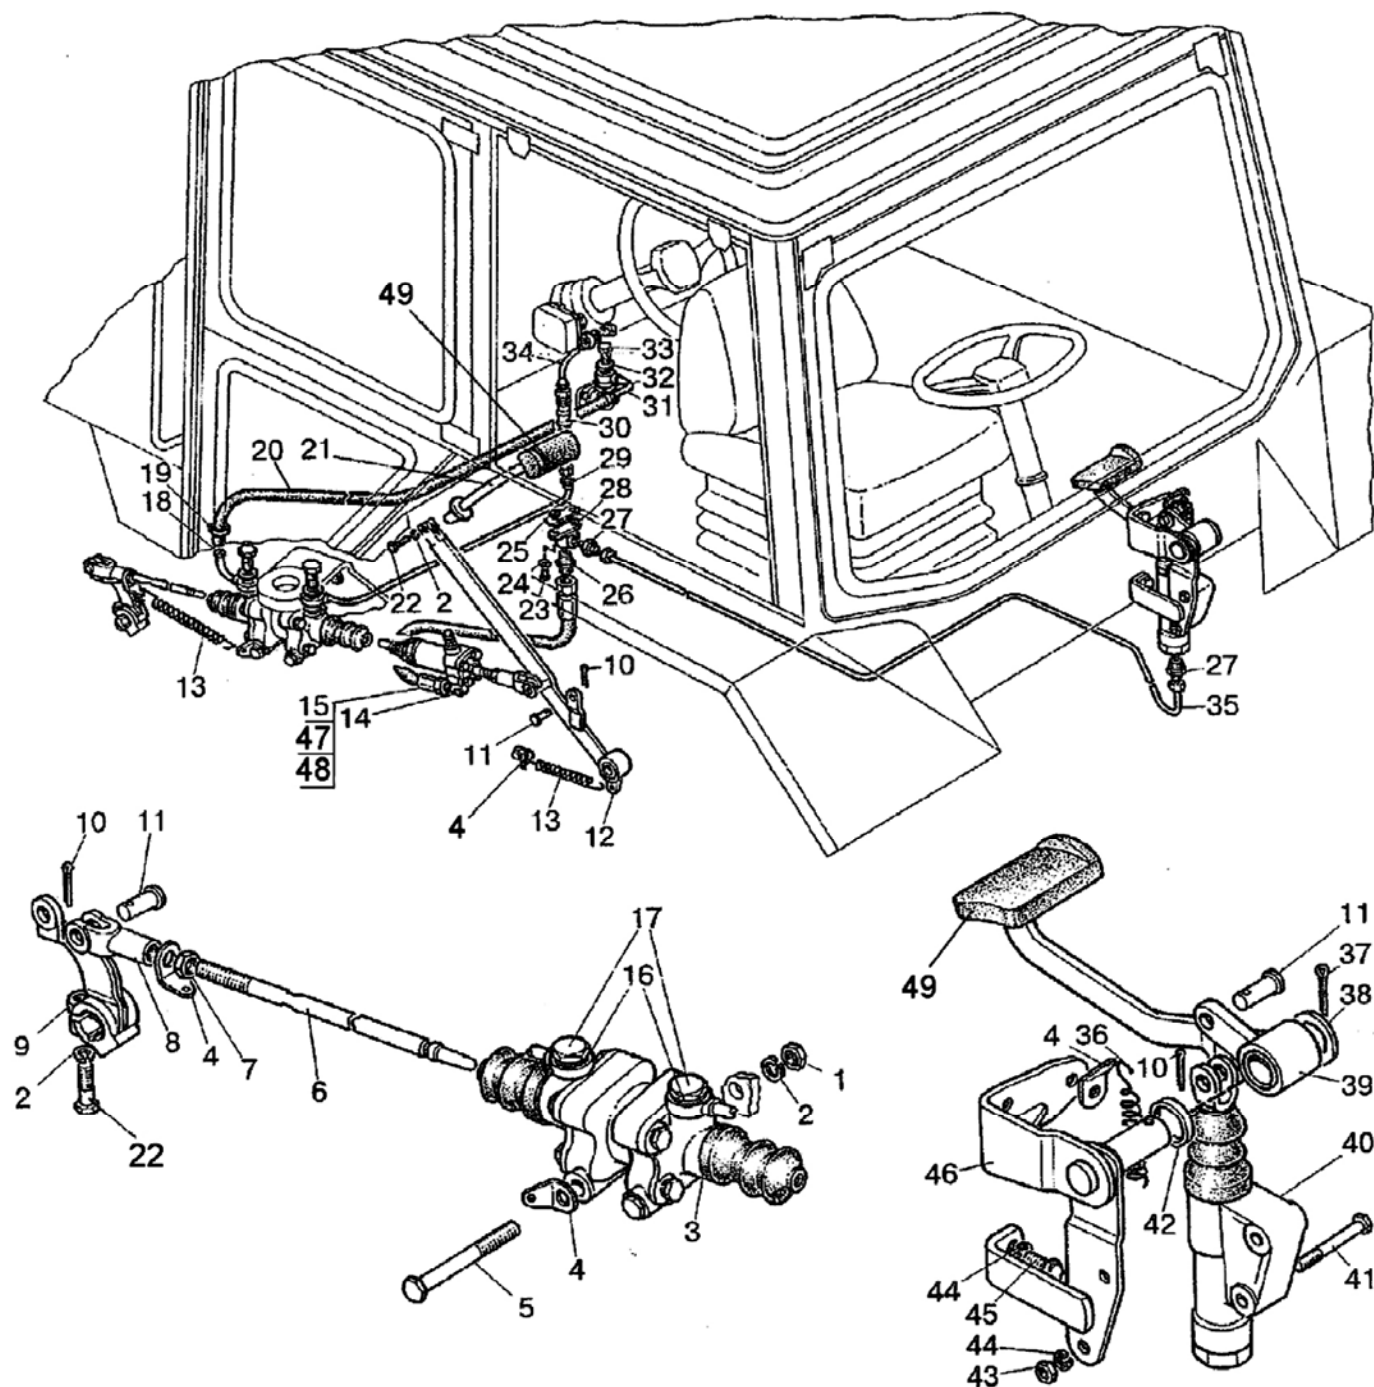

Рисунок 4.8 Управление сцеплением
Разборку узлов управления сцеплением (рисунок 4.8) производите в следующей последовательности:
3.1) нажмите на педаль 39 (рисунок 4.8) до тех пор, пока жидкость не будет удалена из гидравлической системы на реверсе;
1) отсоедините трубопровод 35, рукав гибкий 15 (рисунок 4.8), отвернув накидные гайки;